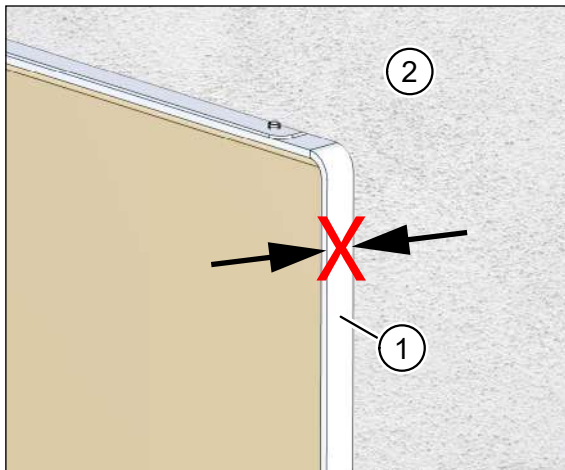

Abb. 61: Putzrahmen darf keinesfalls über die Verkleidung hinausragen
- Der Putzrahmen darf keinesfalls über die spätere Innenwandverkleidung hinausragen (siehe Abb. 61 auf Seite 50). Anderenfalls entsteht ein unschöner Spalt zwischen dem Putzrahmen und der Geräteabdeckung (Abdeckung U2).
- Der Putzrahmen (Pos. 1 in Abb. 61) darf keinesfalls über die Gipskartonplatte (Pos. 2 in Abb. 61) hinausragen.